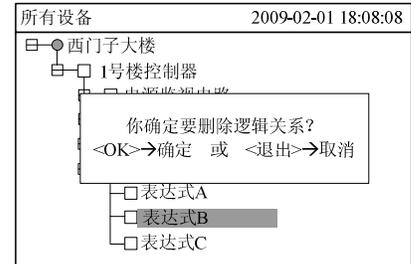

图 25-6
- 在步骤 3 如选择“删除逻辑关系”系统则弹出确认窗口（图 25-6），若选择“OK”，则该逻辑关系被删除。若选择“退出”，则放弃此操作。